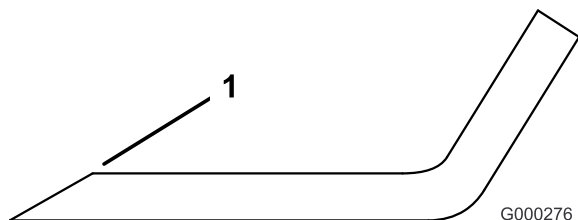

Figure 56
1. Au moyen d'une lime, aiguissez les tranchants aux deux extrémités de la lame (Figure 56).